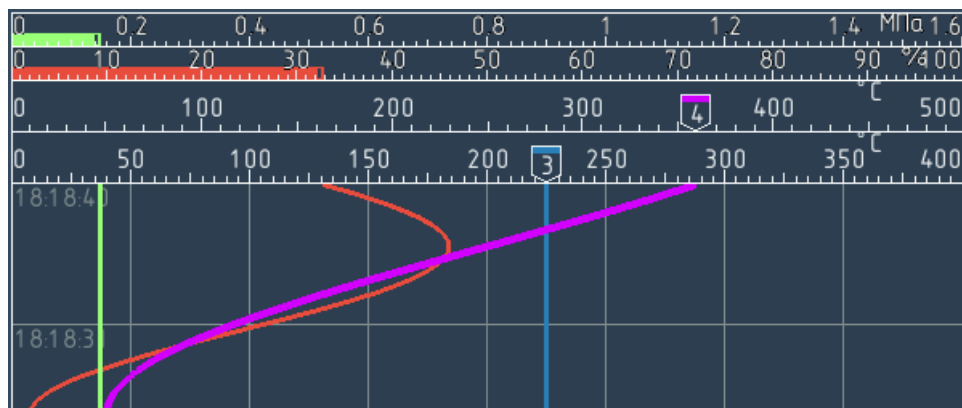

Рисунок 4.13 – окно графика (четыре шкалы)
- ▶ если шкал больше 3-х, то шкалы начиная с третьей имеют уменьшенную ширину (см. рисунок 4.13).
Кроме того, только для групп, в качестве указателя текущего значения вместо пера может выступать заливка части шкалы соответствующим цветом (см. рисунок 4.13).